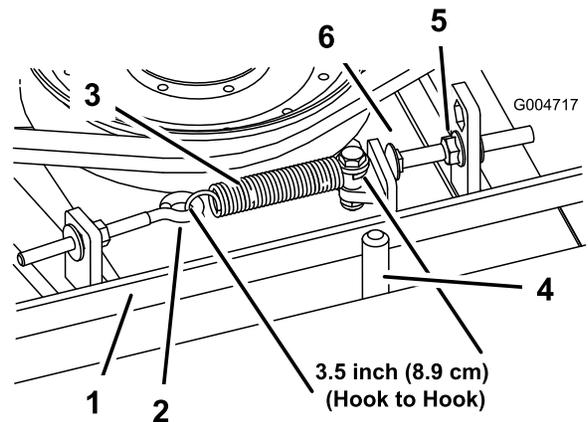

Figura 101
Cuando está correctamente tensado, la longitud en el interior del muelle de extensión (entre ganchos) debe ser de 8,3 cm a 9,5 cm aproximadamente. Una vez que haya obtenido la tensión correcta del muelle, ajuste el perno de tope (perno de cuello cuadrado) hasta que quede aproximadamente 2–5 mm de holgura entre la cabeza del perno y el brazo tensor (Figura 101).
**Nota:** Asegúrese de que la correa está colocada en el lado del muelle de la guía de la correa (Figura 101).
2. Afloje el perno de ojal para poder retirar el muelle de extensión (Figura 101).
3. Afloje la tuerca con arandela prensada que fija el perno de tope a la pestaña de montaje, y aparte la polea tensora de la correa para aliviar la tensión de la correa (Figura 101).
9. Conecte el muelle de extensión (Figura 101) al perno de ojal y tense la correa de la siguiente manera: